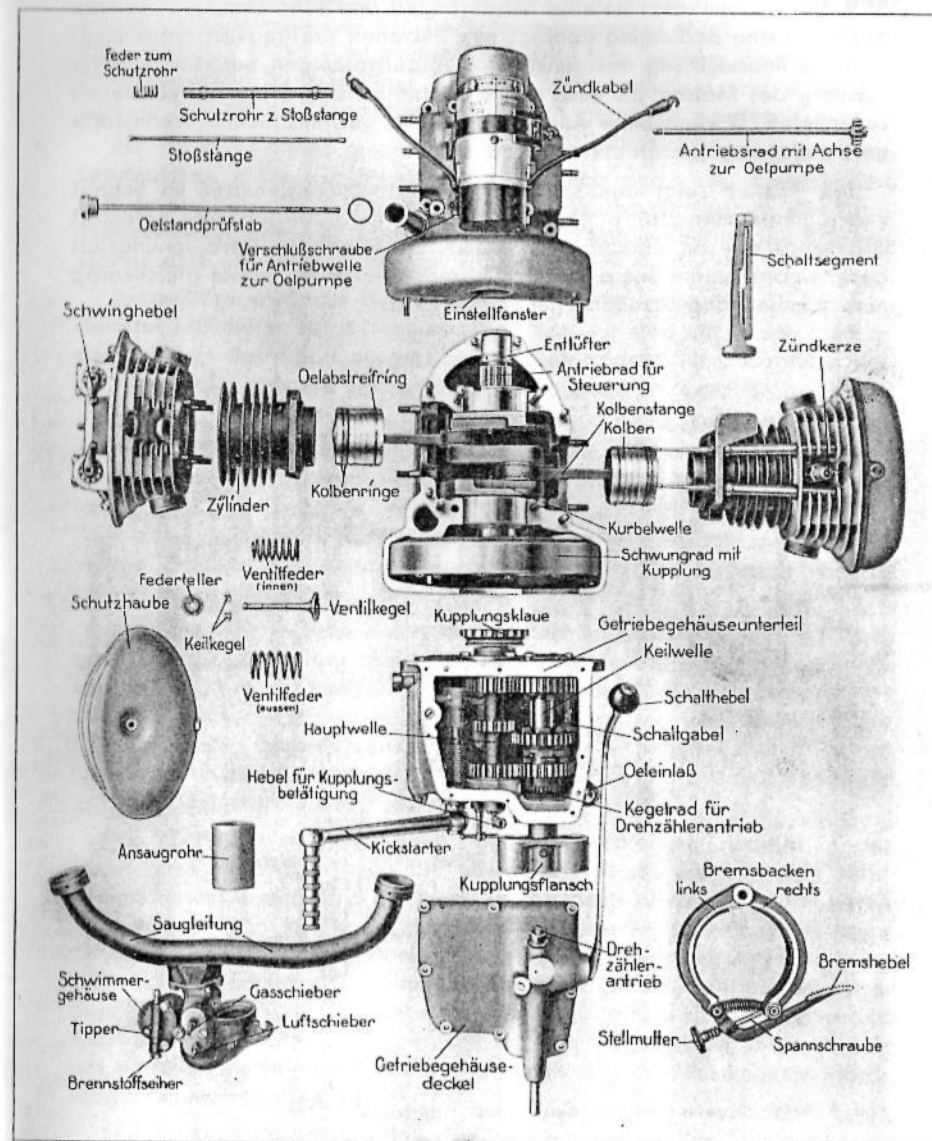
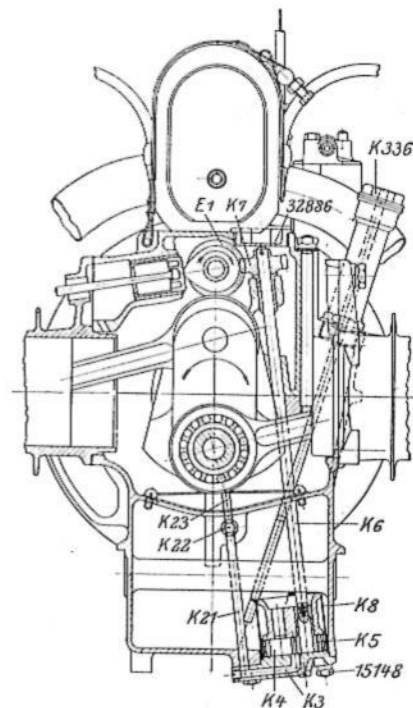
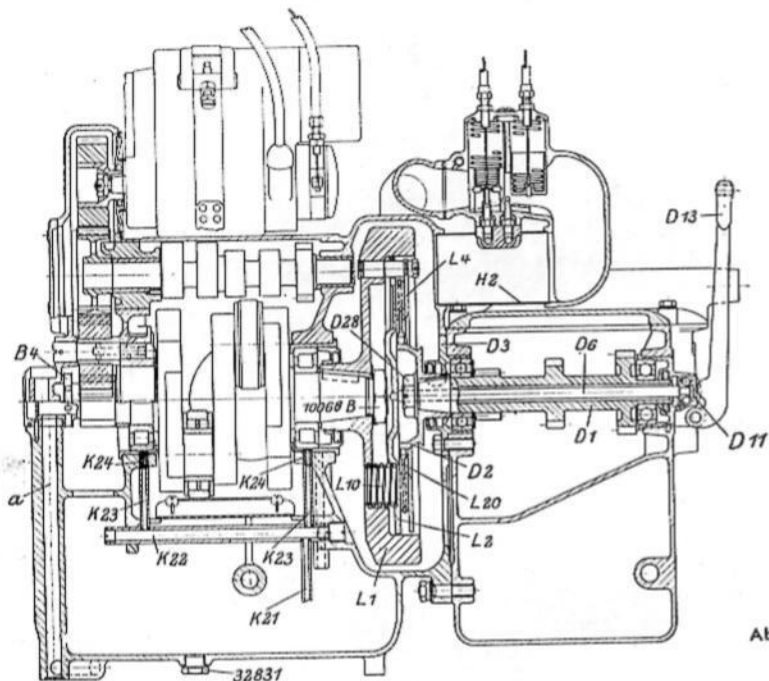
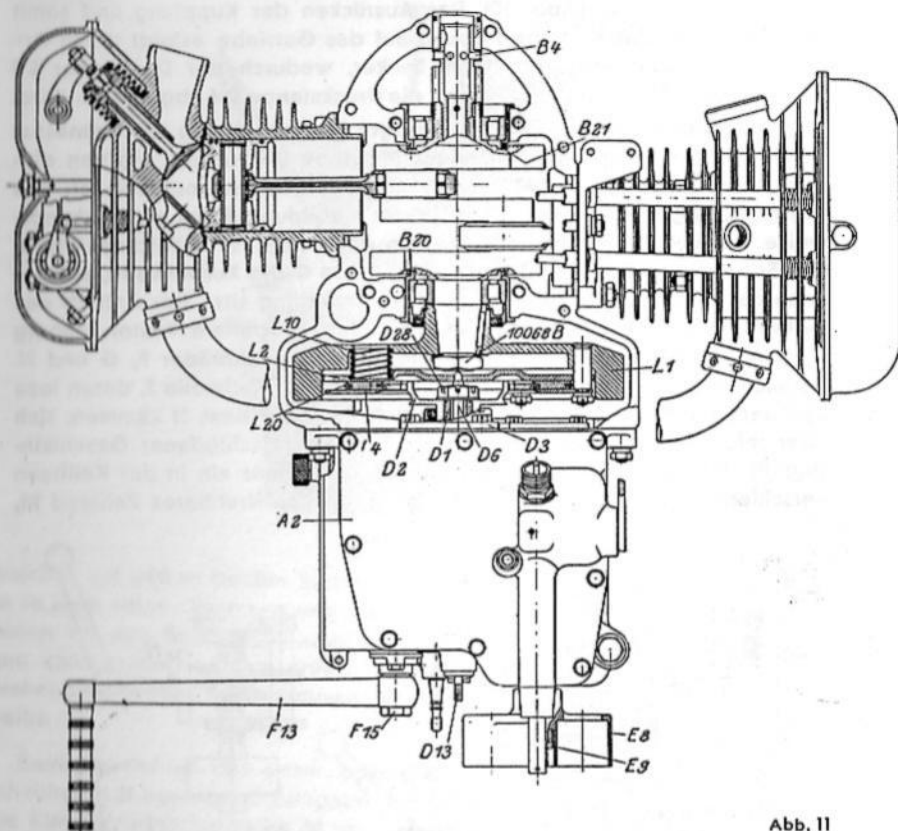

Abb. 6. Der Motor vom Rad R 57 in seine Hauptteile zerlegt
Abb. 9
Abb. 10
Abb. 11
7. Entlüftung: Die Entlüftung des Kurbelgehäuses ist durch einen Drehschieber **B 4** (Abb. 10 u. 11) gesteuert, der von dem vorderen Kurbelwellenende aus angetrieben wird. Der im Motorgehäuse durch das Einwärtsgehen der Kolben entstehende Überdruck wird durch die in das Gehäuse eingegossene Leitung **a** ins Freie geführt. Auf diese Art wird im Motorgehäuse ein geringer Unterdruck erzielt, der ein Austreten von Öl an den Trennfugen des Motorgehäuses wirksam verhindert.
spruchung sichergestellt ist. Eine im Motorgehäuse unterteilt eingebaute Zahnradpumpe (Abb. 9) saugt durch einen Seiherr **K8** das Öl durch die Tätigkeit der beiden Zahnräder **K5** und **K4** an, von denen das erstere mittels einer Welle **K6** und Schneckenrad **K7** von der Schnecke **E1** auf der Steuerwelle angetrieben wird. Das Öl wird durch eine Bohrung im Deckel **K3** in das Steigrohr **K21** gedrückt und gelangt in das Ölverteilungsrohr **K22** (Abb. 10) und von hier durch die senkrechten Ölrohre **K23** und die kalibrierten Öldüsen **K24** zu den Verteilerrinnen der Lagerbüchsen **B 20** und **B 21** (Abb. 11), von wo es dann durch Schleuderwirkung in die hohlgebohrten Zapfen der Kurbelwelle und von hier den Pleuellagern zugeführt wird. Die Schmierung der Kolben und Kolbenbolzen erfolgt durch das von der Kurbelwelle gegen die Zylinderwandungen geschleuderte Öl.
Wichtig! Vor Auseinandernehmen der Motorgehäusehälften zuerst Verschlussschraube 32886 entfernen, dann Antriebswelle K 6 mit Schneckenrad K 7 mittels Flachzange herausziehen. Hiernach können die Motorgehäusehälften auseinandergenommen werden. (Abb. 9.)
10. Kupplung: Als Kupplung dient eine in Abb. 10 und 11 im Schnitt gezeigte Einscheibenkupplung. Der treibende Teil ist das Schwungrad **L 1**, das auf dem Konus der Kurbelwelle aufgekeilt und durch Mutter **10168 B** gesichert ist. Sechs auf der Scheibe des Schwungrades sitzende Druckfedern **L 10** liegen mit ihrem anderen Ende in Vertiefungen eines Drucktellers **L 2** und pressen diesen gegen eine beiderseitig mit Reibbelag versehene Zwischenscheibe **L 20**. Hierdurch drückt letztere gegen die nicht verschiebbare Schlußscheibe **L 4** und nimmt diese bei der Drehung des Motors mit. Die Zwischenscheibe **L 20**, die auf der Kupplungsklaue **D 2** sitzt, überträgt somit die Drehung auf die Hauptwelle **D 1** des Getriebes.
und Druckstück **D 11** (Abb. 10). Das Ausrücken der Kupplung und somit Unterbrechung der Kraftübertragung auf das Getriebe erfolgt durch Anziehen des Betätigungshebels am Lenker, wodurch der Druckteller **L 2** von der Zwischenscheibe **L 20** durch die Druckstange **D 6** abgehoben wird.
befindliche Ablaßschraube **32831** (Abb. 10) mittels des dem Werkzeuge beigegebenen Schlüssels, worauf das Öl abfließt. Den Ölseier reinige man bei dieser Gelegenheit durch Auswaschen mit Benzin.
Bei dieser Gelegenheit sei darauf hingewiesen, daß auch die beste Bremse einer gewissenhaften Wartung bedarf, insbesondere verölte Bremsbeläge ein Versagen der Bremse verursachen können. Ein Nachstellen der Hinterradbremse kann mittels der am Bremspedal angeordneten Stellmutter (Abb. 6, unten rechts) geschehen; jedoch ist dies nur äußerst selten erforderlich. An der Vorderradbremse kann eine Nachstellung in geringem Umfange durch Anziehen der Verstellschraube 480 (Abb. 21) am rechten Gabelschaft ausgeführt werden. Größere Nachstellungen erfolgen durch Lösen der Klemmschraube 345 des kleinen Bremshebels 342 an der Nabe und dessen Vorrücken. Zum Ersatz der Bremsbeläge muß das Vorderrad ausgebaut (S. 36) und der Bremsdeckel 327 abgenommen werden.
Das Innere des **Getriebes** ist nach Abnahme des Vergaser- und Schwimmergehäuses mit Ansaugrohr **H 2**, sowie Entfernen des Getriebegehäusedeckels **A 2** leicht zugänglich (Abb. 6, 10, 11 und 20). Zwecks Ausbaues der Keilwelle **E 10** entferne man zunächst den Kupplungsflansch **E 8** nach Herausstoßen des Sicherungsstiftes und Lösen der Keilwellenmutter **E 9** (Abb. 11) mit dem Steckschlüssel Tl. Nr. 1304, dann entferne